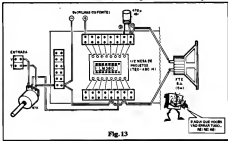

Fig. 13
- FIG. 13 - O "CHAPEADO" DA MONTAGEM EXPERIMENTAL, NA "MESA DE PROJETOS" (T & D do ABC nº 14) - Usando a Mesa de Projetos, que substitui com várias vantagens "financieiras" a um caro "Proto Board", Leitor/Aluno pode implementar o AMPLIFICADOR DE ÁUDIO com grande rapidez e facilidade! Notem que apenas a metade da MESA DE PROJETOS é utilizada (a versão original da mesa permite a implementação de montagens com até dois Integrados de até 16 pinos cada...). Observem bem o posicionamento do Integrado LM380 no soquete res-